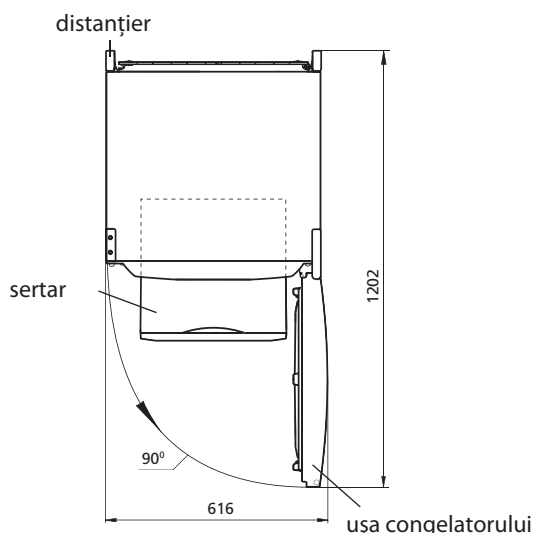

**Figura 2 – Congelator (vedere de sus)**
**1.3** Spațiul total necesar pentru funcționarea congelatorului se determină de dimensiunile de gabarit, indicate în milimetri în figura 2. Pentru extragerea liberă a componentelor din congelator este necesar de deschis ușa la unghiul nu mai mic de 90°.